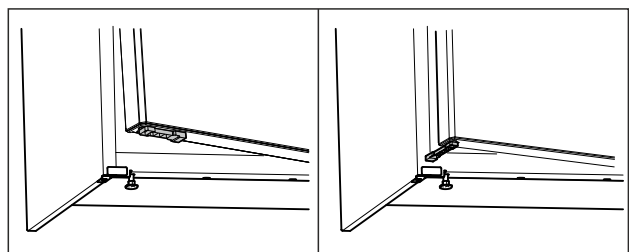

Fig. 56 \*
- ▶ Otočte omezovač otevření dvířek o 90°. (viz Fig. 56) \*